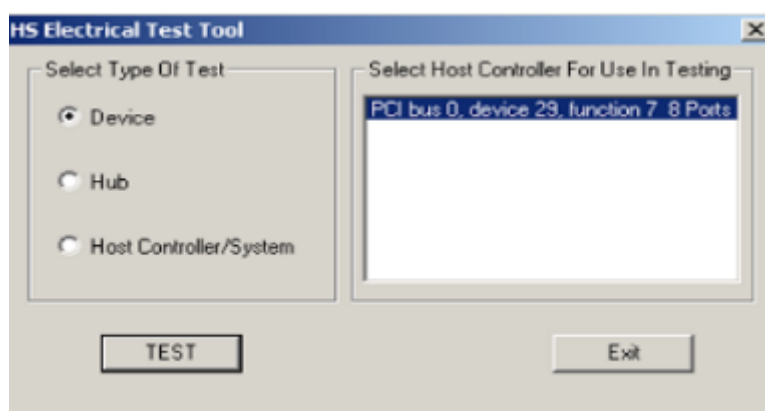

图 1 选择测试类型
2. 打开测试工具，选择“Device”，然后点击“TEST”按钮，如下图 1 所示